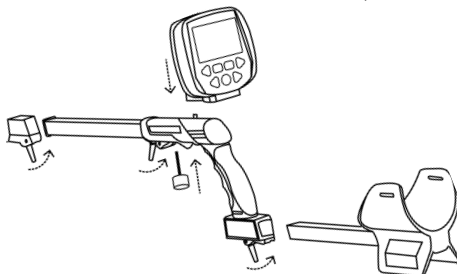

Abb.4
3. Öffnen Sie die Schnalle am oberen Vorbau. Stecken Sie den mittleren Vorbau in den oberen Vorbau. Stellen Sie die Länge des mittleren Stiels so ein, dass er in den oberen Stiel passt und schließen Sie die Schnalle. (siehe Abb.4)